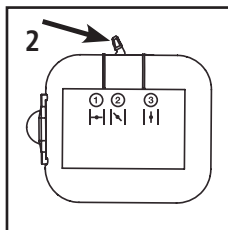

Fig. 16
5. Mova a alavanca do afogador para a Posição "2" (Fig. 16).